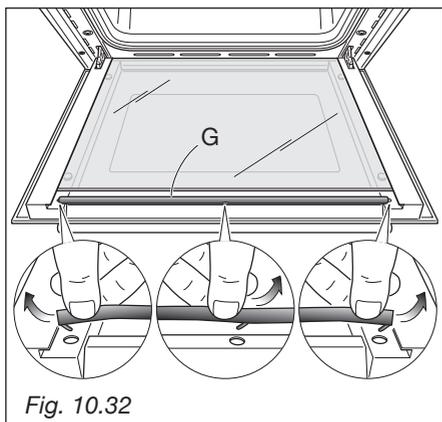

Fig. 10.32
- Togliere la guarnizione **G** sganciando i 3 uncini (fig. 10.32).